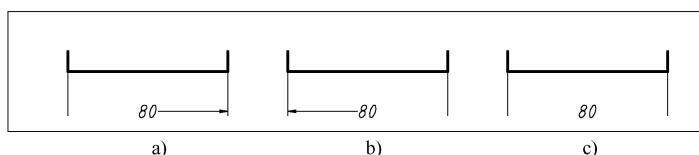

图9-12 隐藏尺寸线示例
- “隐藏”：“尺寸线1”和“尺寸线2”复选框分别用于确定是否显示第一条或第二条尺寸线，如图9-12所示。“尺寸线1”和“尺寸线2”的顺序确定和尺寸的起始点与终止点位置有关，起始点为1，终止点为2。